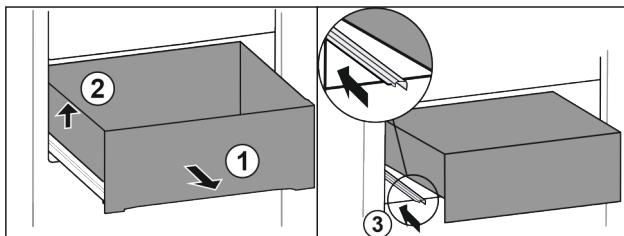

Fig. 15
- Vytiahnite zásuvku až na doraz. Fig. 15 (1)
- Nadvihnite zásuvku dočasne. Fig. 15 (2)
- Zasuňte ľavú koľajničku. Fig. 15 (3)